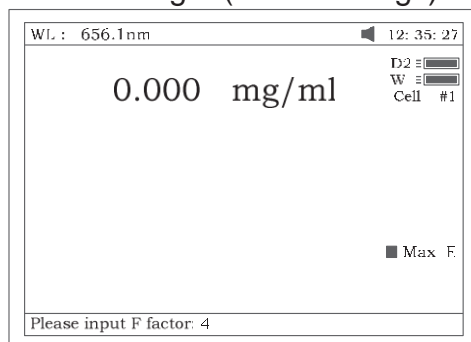

Fig 22
4.1 Pulse **F3** para introducir el valor conocido de F (Fig 22). Coloque la muestra en la trayectoria del haz de luz y tome la lectura de concentración.